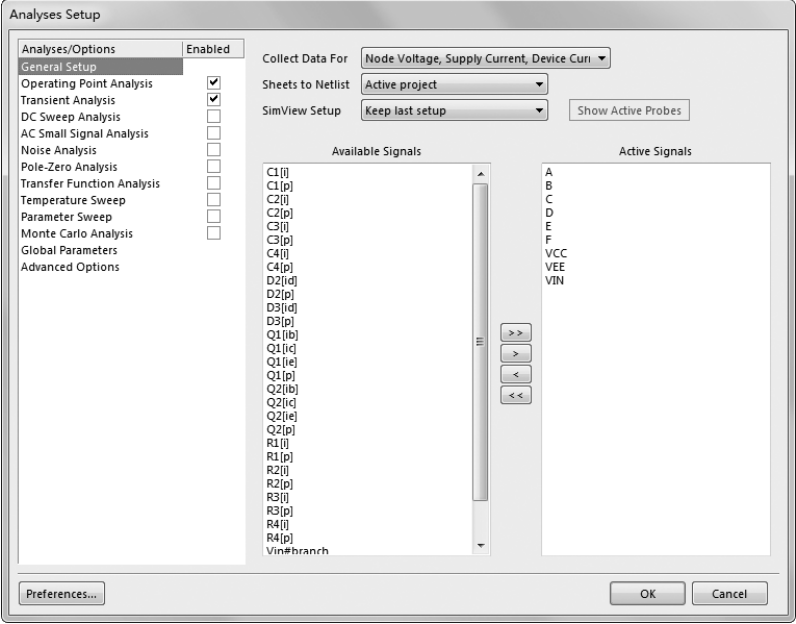

图 12-22 设置瞬态仿真分析参数
(3) 选择菜单栏中的“设计”→“仿真”→“Mixed Sim”（混合仿真）菜单命令，打开“Analyses Setup”（分析设置）对话框，然后在其中对仿真原理图进行瞬态分析，其仿真参数的设置如图 12-22 所示。